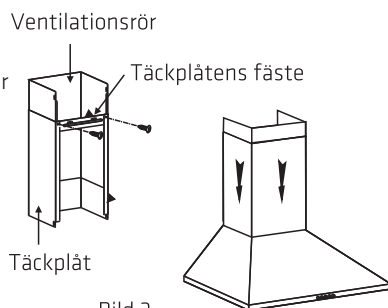

Bild 3
4. Fäst täckplåtens fäste på täckplåten, och se till att ventilationsrörets höjd inuti täckplåten kan justeras fritt liksom fästet av expansionsröret. Installera expansionsröret och täckplåten efteråt på fläktkåpan. Se bild 3.